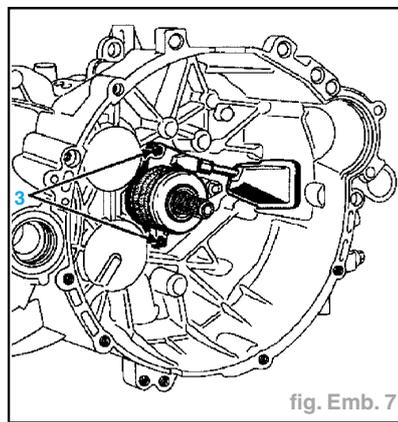

fig. Emb. 7
- Extraire le récepteur en déposant les deux vis de fixation (3) (fig. Emb. 7).
- Serrer les deux vis de fixation (3) du récepteur sur la cloche d'embrayage à **1,1 daN.m** (fig. Emb. 7).